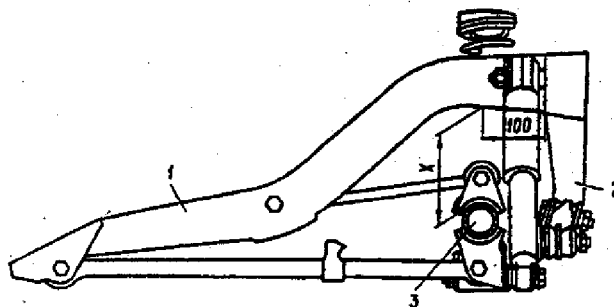

Fig. 4-16. Esquema para instalação da suspensão traseira: 1 - reforço da carroceria; 2 - suporte da barra transversal; 3 - viga do eixo traseiro; X = 152 mm.
1. Carregar a parte traseira do veículo, de modo que a distância X, medida da viga do eixo traseiro ao reforço da carroceria, a uma distância de 100 mm do suporte da barra transversal (fig. 4-16), seja de 152 mm.